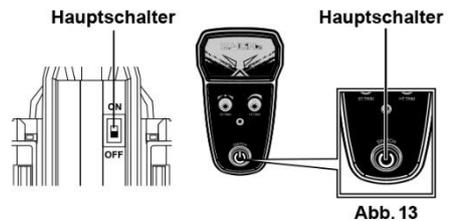

Abb. 13
- (1) Montieren Sie das Lenkrad auf die Fernbedienung.
- (2) Stellen Sie die Frequenz der Fernsteuerung und des Fahrzeugs ein:
A. Bei der Erstinbetriebnahme müssen innerhalb von 3 Sekunden die Leistungsschalter von Racer und Fernbedienung gleichzeitig eingeschaltet werden. Während die Frequenz hergestellt wird, blinken beide Lichter (Auto + Fernsteuerung). Wenn die Frequenzeinstellung beendet ist, leuchten die Lichter durchgehend. (Abb. 13).